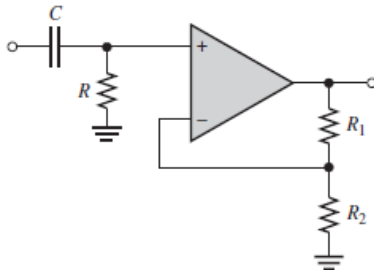

Figura 2
1. Arma el circuito pasaaltas como se muestra en la figura 2: